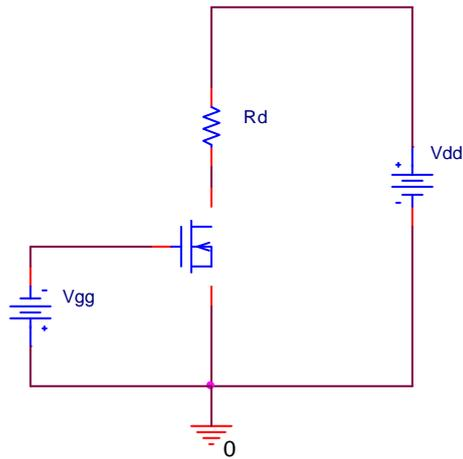

fig. 40
- la rete di polarizzazione fissa che, però, richiede necessariamente due alimentazioni di segno opposto e non garantisce alcun controllo sulla I_d ; in fig.40 troviamo la rete di polarizzazione fissa di un ND-MOS in cui V_{gs} è mantenuta al valore fisso $-V_{gg}$.